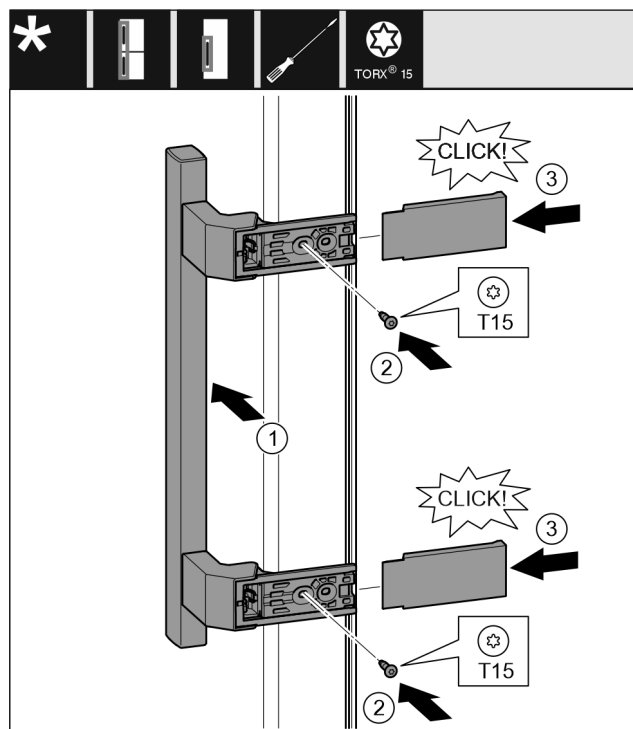

Fig. 18
- ▶ Aplicați mânerul pe partea opusă. Fig. 18 (1)
- ▶ Înșurubați ferm șuruburile cu șurubelnița T15. Fig. 18 (2)
- ▶ Aplicați și împingeți capacele laterale. Fig. 18 (3)